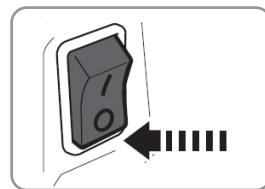

Fig. 13
2. Coloque el interruptor en la posición "O" (STOP) (Fig. 13). Después de apagar el motor, suelte el interruptor de parada; este vuelve a la posición de funcionamiento.